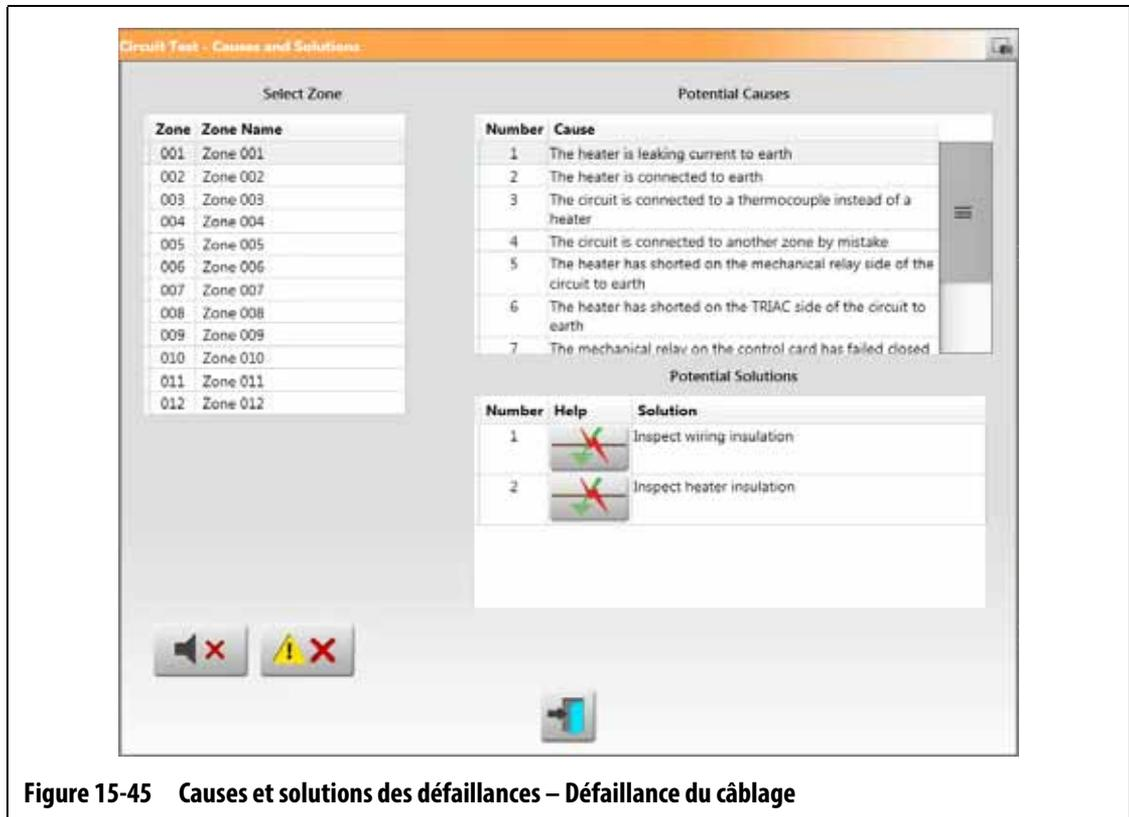

Figure 15-45 Causes et solutions des défaillances – Défaillance du câblage
Lorsque le contrôleur effectue un test de circuit, il arrête le système et vous avertit si des défaillances ont été détectées pendant le test. Le contrôleur affiche une fenêtre de dialogue contenant des données sur les causes et les solutions possibles. Veuillez-vous reporter à Figure 15-45. Cette fenêtre peut également être ouverte lorsque vous appuyez sur le bouton **Afficher les données de défaillance** sur l'écran Configuration du système (onglet Configuration des chauffes, onglet Surveillance).
- Afficher la défaillance électrique – Appuyez sur ce bouton pour afficher une image qui vous aidera à dépanner la défaillance. Il affiche également une liste d’outils à utiliser, les étapes de la procédure et les résultats que vous devriez voir. Le bouton Afficher les pannes électriques s’affiche dans Figure 15-45. Reportez-vous à Figure 15-46 pour un exemple de la fenêtre de procédure de dépannage pour une panne « Fuite de courant à la terre de la chauffe».